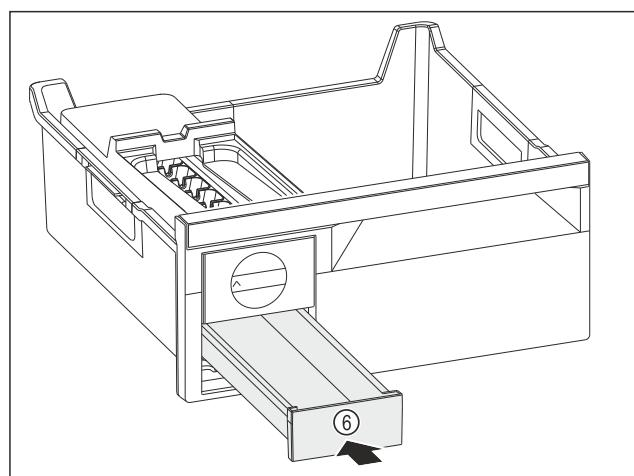

Fig. 141
- Zásuvku na kostky ledu Fig. 141 (6) zasuňte.